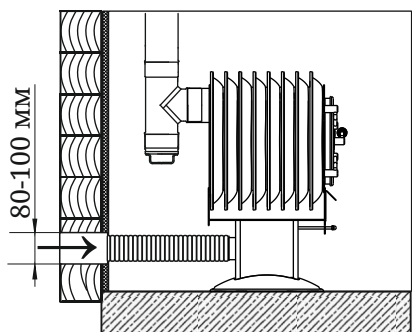

Рисунок 5. Вариант установки печи с подачей уличного воздуха через гофротрубу
Второй вариант установки предполагает подвод уличного воздуха через гофротрубу (рис.5). Для этого в опорной колонне предусмотрен патрубок диаметром 80 мм с удаляемой заглушкой (15), на который надевается и закрепляется хомутом алюминиевая гофротруба (хомут и гофротруба в комплект поставки не входят). Перед установкой гофротрубы необходимо удалить заглушку патрубка в опорной колонне-воздуховоде.